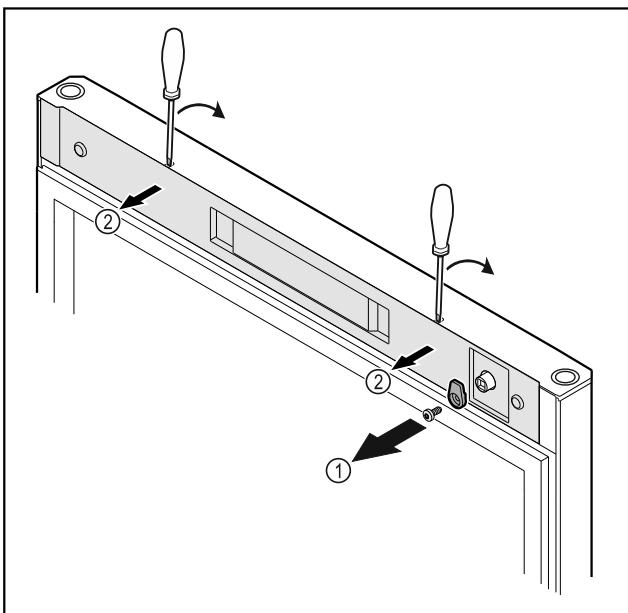

Fig. 20
► Atsukite uždarymo kabliuką Fig. 20 (1).
► Atfiksuojite dengiamają plokštę Fig. 20 (2) mažu atsuktuviu ir nuimkite.